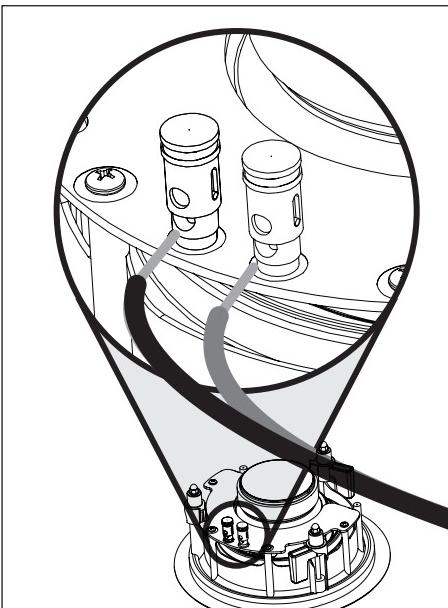

Figure 1. Raccordement du Helos 12.
- **Helos 12 :** Atribuez la même couleur aux bornes (+) et (-) sur l'enceinte et l'amplificateur. Assurez-vous que tous les raccords sont bien faits (fig. 1).